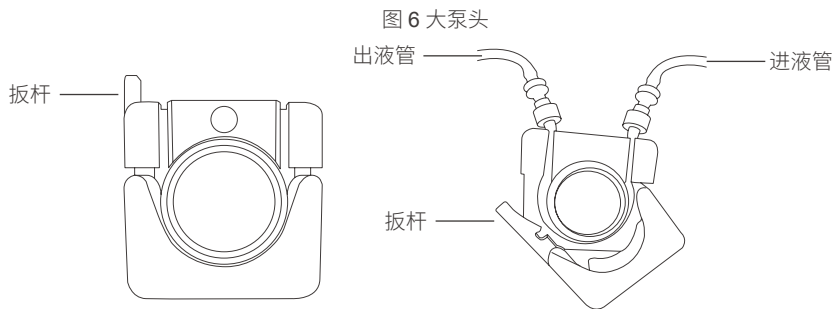

图 7 大喷头固定杆连接
- (2) 从出液口拔出鲁尔接头，将出液管穿过大喷头固定杆，再将大喷头固定杆插入喷头固定杆卡孔（图 7）；